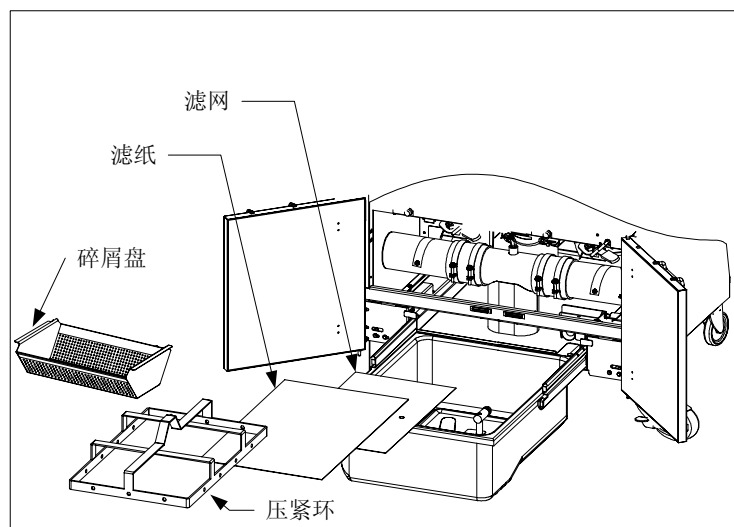

图 1
1. 从炉柜中拉出滤锅，取下碎屑盘、压紧环、滤纸和滤网。（参见图 1）使用溶有洗涤剂和热水的溶液清洗所有组件，然后将其彻底晾干。
3. 然后以相反顺序，将金属滤网放置在滤锅底部中心，接着放一张滤纸在滤网上面，所有边均需重合。（参见图 1）如果使用滤垫，确保滤垫粗糙面朝上，并将滤垫放置在滤网上，确保滤垫处于滤锅的凸脊之间。